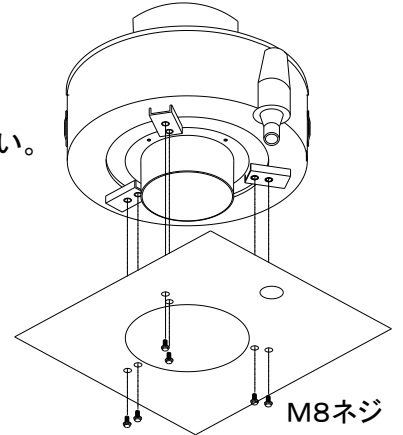

図4
b. 架台等に取付けてご使用される場合(取付例③)
- ①取付け面に取付加工(P7 標準取付加工図参照)をして下さい。
- ②ミストキャッチを設置場所に配置して下さい。
- ③ミストキャッチ下面より、底面にあるネジ穴6箇所に、M8ネジで固定して下さい。右図4参照